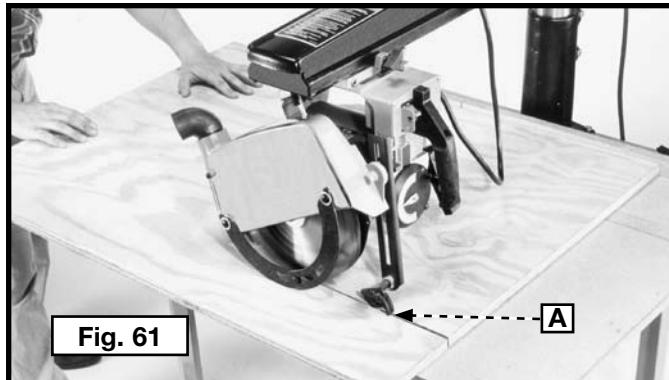

Fig. 61
El corte longitudinal conlleva realizar un corte a lo largo a través de una tabla siguiendo la veta de la madera. Fije el brazo guía en "0" en la escala de inglés. Coloque en posición y sujeté la horquilla para que la hoja esté paralela a la guía en la posición interna o externa de la tabla. Al introducir la pieza de trabajo, asegúrese de que un borde corra contra la guía con el lado plano apoyado en el banco. Baje el protector del lado que introduce la pieza hasta casi tocar la pieza de trabajo (Fig. 61) para que actúe como sujetador. Ajuste el hendedor y los dedos de antirretroceso (A), Fig. 61 como se lo indicó en la sección "**AJUSTE DEL HENDEDOR Y LOS DEDOS DE ANTIRRETROCESO**" en este manual. Mantenga las manos alejadas y del lado de la hoja. Cuando realice cortes longitudinales en piezas de trabajo angostas, siempre utilice una vara para empujar (Fig. 62) la pieza entre la guía y la hoja.
Por lo general, el corte longitudinal externo es el mismo que el corte longitudinal, excepto que sujeta la horquilla en ángulo recto hacia el brazo guía con el protector de la hoja en dirección hacia el **FRENTE** de la máquina. Posicione el cabezal de corte en la escala de corte externo en el ajuste deseado y fíjelo en posición. Introduzca la pieza de trabajo del lado izquierdo de la sierra. Una típica ilustración de corte longitudinal externo se muestra en la Fig. 61.